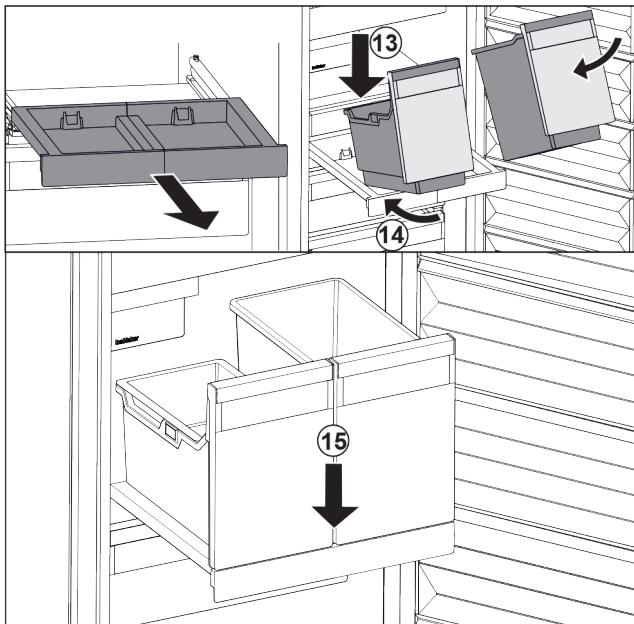

Fig. 86
- Posodo položite na izvlečno polico v poševnem položaju. Fig. 86 (13)
- Posodo potisnite v poševnem položaju proti zadnji strani. Fig. 86 (14)
- Posodo odložite spredaj. Fig. 86 (15)